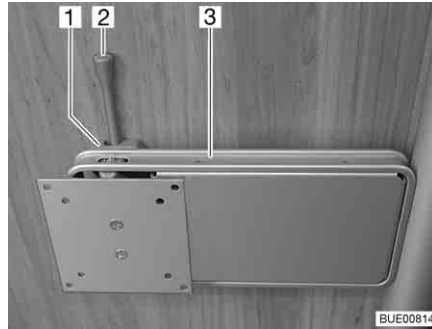

Fig. 46 Supporto su colonna
- Spingere di lato la leva di sbloccaggio (Fig. 46,2) e ruotare il supporto (Fig. 46,3) con lo schermo piatto nella posizione desiderata.
- Riportare indietro lo schermo piatto finché il supporto (Fig. 46,3) non si innesta nel bloccaggio (Fig. 46,1).